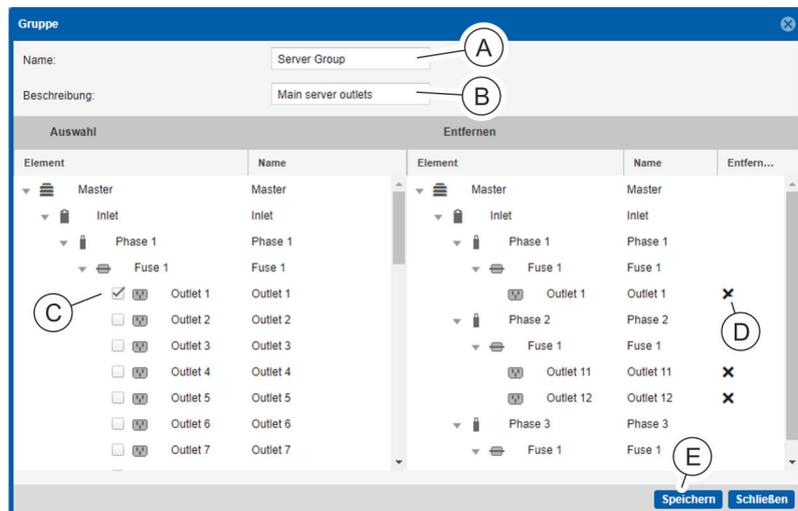

Abb. 112: Fenster "Gruppe"
⇒ Es öffnet sich das Fenster "Gruppe" (Abb. 112).
4. ➤ Im Fenster "Gruppe" eine Benennung (Abb. 112/A) und ggf. eine Beschreibung (Abb. 112/B) für die Gruppe einfügen.
5. ➤ In der linken Spalte einzelne Steckdosen über die jeweilige Checkbox (Abb. 112/C) auswählen.
6. ➤ Ggf. einzelne Steckdosen über die Schaltfläche ✕ (Abb. 112/D) in der rechten Spalte entfernen.
7. ➤ Schaltfläche „Speichern“ drücken, um eine Steckdosengruppe zu speichern (Abb. 112/E).